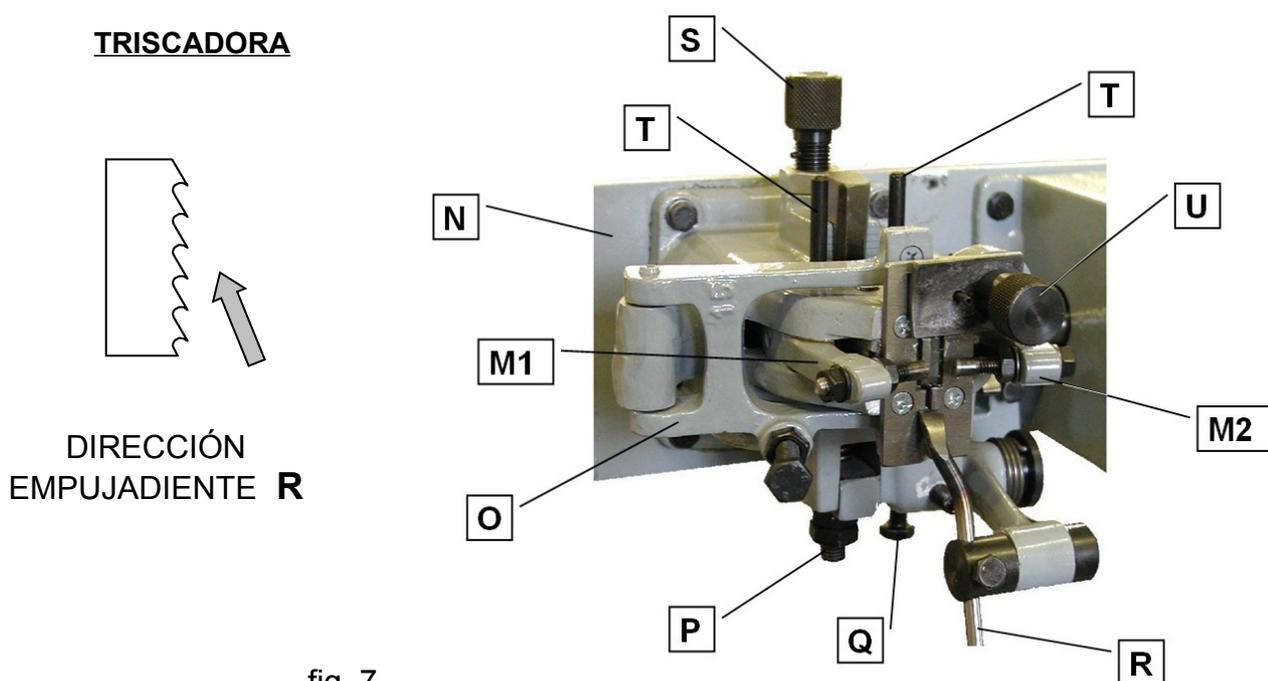

fig. 7
- Abrir el presionador de hoja **U** (fig. 7, p. 10). Girar el volante **I** de manera que los martillos **M1** and **M2** estén en posición de máxima abertura (véase fig. debajo).
- Abrir las quijadas de la mordaza, oprimiendo con los dedos, el uno hacia el otro, los dos cilindros **T** (fig. 7, p. 10) de la triscadora.
- Ajustar la posición del soporte deslizamiento hoja ( tornillo de soporte **O**, fig. 7, p. 10), de manera que de las quijadas de la mordaza salgan sólo la parte del diente que se desea triscar. Cerrar la placa **U** (fig. 7, p. 10) encima del dentado de la hoja, observando que la clavija de orientación entre en el orificio correspondiente. La placa, al oprimir la hoja contra el soporte, asegurará la presión de triscado, permitiendo que
- Colocar correctamente el empujadiente **R** (fig. 7, p. 10). El empujadiente tiene que empujar sólo un diente a la vez.
- Ajustese el avance de la hoja ( tornillo de ajuste **Q**, fig. 7, page 10) según el paso del dentado y el tipo de triscado a efectuar. Al avanzar, las puntas de los dientes deben alcanzar la posición medianera de la trayectoria de los martillos.
- Ajustar la cantidad de triscado mediante el tornillo **S** ( fig. 7, p. 10) variando la carrera de los dos martillos (derecho y izquierdo) que se mueven de manera alternada pero simétrica y se desplazan de mismo modo. Controlar que el triscado se efectúe con arreglo a las necesidades del trabajo: se puede corregir el largo de los martillos **M1** and **M2** mediante la tuerca de ajuste (fig. 7, p. 10).
- Controlar la puesta a punto de la triscadora imprimiendo a mano un movimiento rotatorio al volante I (fig. 7, p. 10). En el caso de un resultado que no es satisfactorio, repetir las operaciones variando los valores.